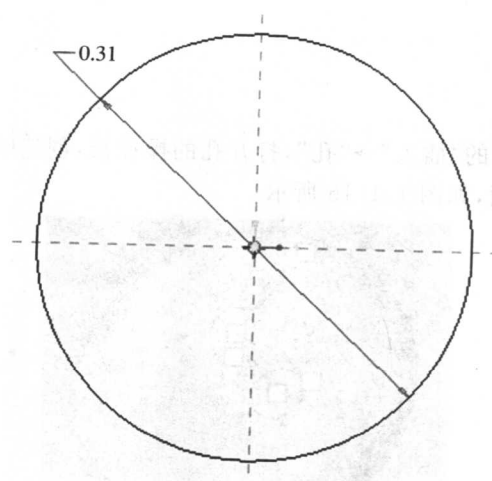

图 1.1.13
Step2: 单击“圆”图标 ,以水平和竖直参照线的中心为圆心点,绘制一个直径尺寸为 0.31 的圆。如图 1.1.13 所示。